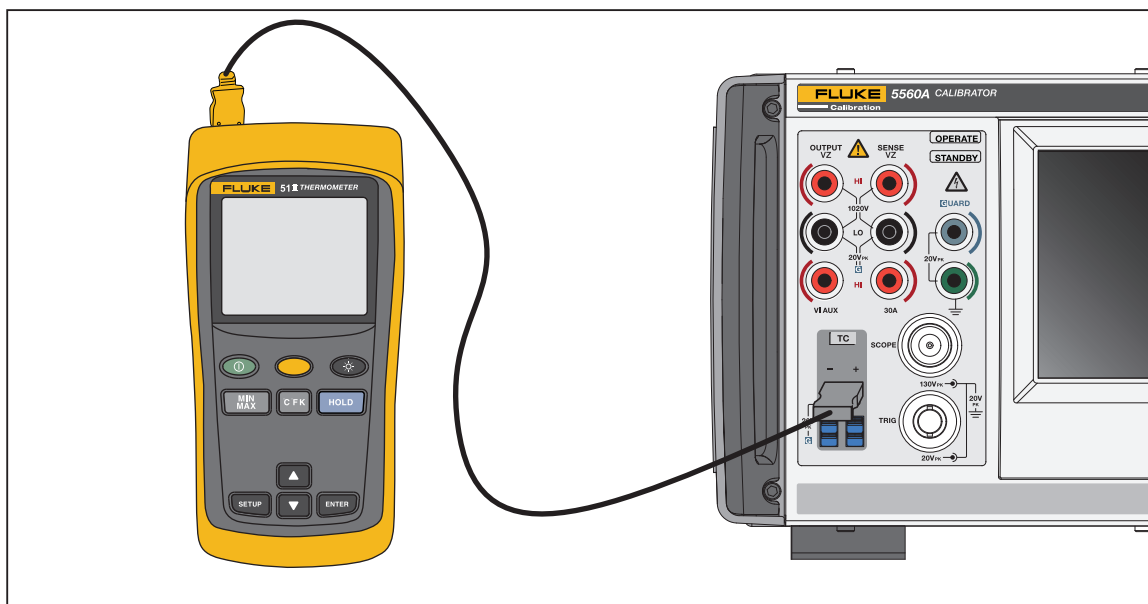

Figura 14. Conexiones de cable para comprobar un termómetro de la serie 50
1. Conecte el termómetro Fluke 51 al calibrador utilizando el cable de conexión adecuado (figura 14). El cable de conexión y el material del miniconector deben coincidir con el tipo de termopar. Por ejemplo, si se prueba un termopar de tipo K, el cable y el miniconector deben ser para un termopar de tipo K.
Para la figura 14, el cableado de conexión debe coincidir con el tipo de termopar (por ejemplo, K, J).
2. Asegúrese de que el calibrador está en modo de reposo y conecte el DUT al calibrador como se muestra en la figura 14. Al realizar esta conexión con la parte superior de la carcasa del DUT retirada, asegúrese de que la hoja ancha del termopar esté orientada como estuviera colocada la parte superior de la carcasa.